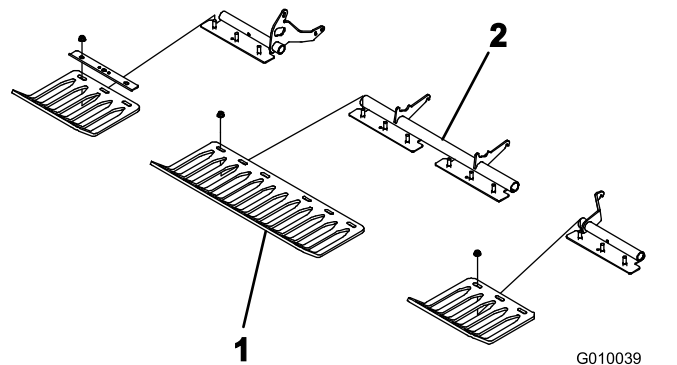

Рисунок 23
- Свободно установите травоотбойники на кронштейны с помощью 4 зажимов и 12 гаек с фланцем (Рисунок 23). Не затягивайте детали крепления.
Примечание: Зажимы травоотбойников и гайки с фланцем поставляются с завода-изготовителя прикрепленными к кронштейнам травоотбойников (Рисунок 23).